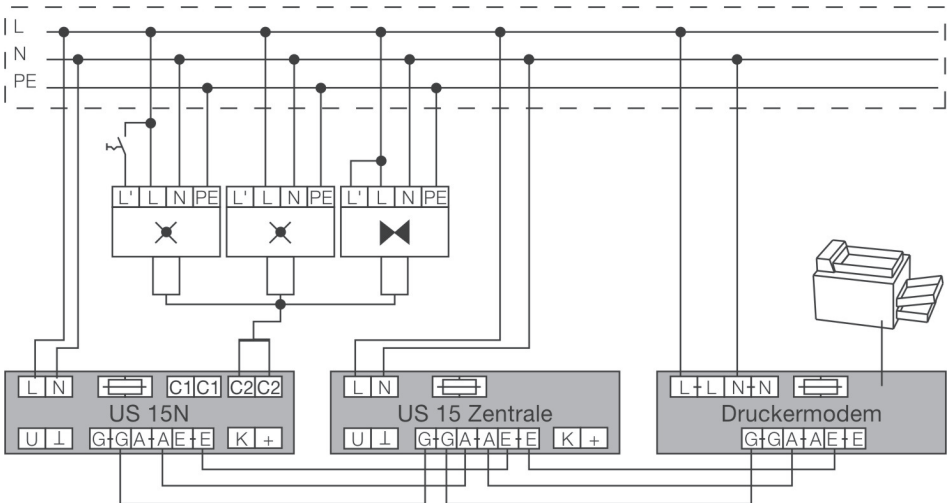

Bild 14 Anschluss von EZB-Leuchten an eine US 15N Überwachung
Die Leuchte S 8311 CG I ist für den Anschluss an CEAG Überwachungssysteme z.B. US 15N oder US 15N.1 geeignet. Sowohl als bedarfsabhängige Lichtschaltung (geschaltetes Dauerlicht) (A), als Bereitschaftsschaltung (B) wie auch in Dauerlichtschaltung (C) können die einzelnen Leuchten an eine Überwachung angeschlossen werden (Bild 14). Hierzu ist ein zweiadriges Kabel (z.B. J(Y) St 2 x 2 x 0,8 mm²) mit max. 1500 m Länge an den Klemmen C1 und C2 (Bild• 12) anzuschließen. (Über zweite Gehäuseöffnung s. Seite 3, Bild 2+3).